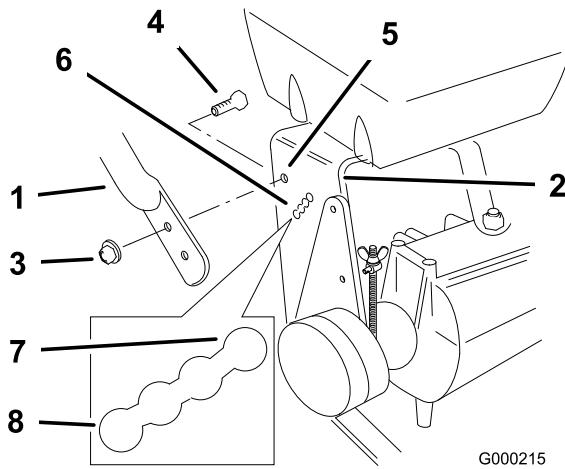

Figure 18
- Desserrez les boulons à embase supérieurs ((3/8 x 1 pouce)) et l'écrou à embase de fixation du guidon au bâti arrière (Figure 18).
- Retirez les boulons à embase supérieurs ((3/8 x 1 pouce)) et les écrous à embase de fixation du guidon au bâti arrière (Figure 18).